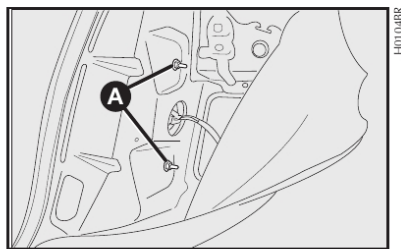

fig. 26
- 1) por dentro do porta-malas, levantar a abertura no carpete e soltar as porcas **A-fig. 26**;